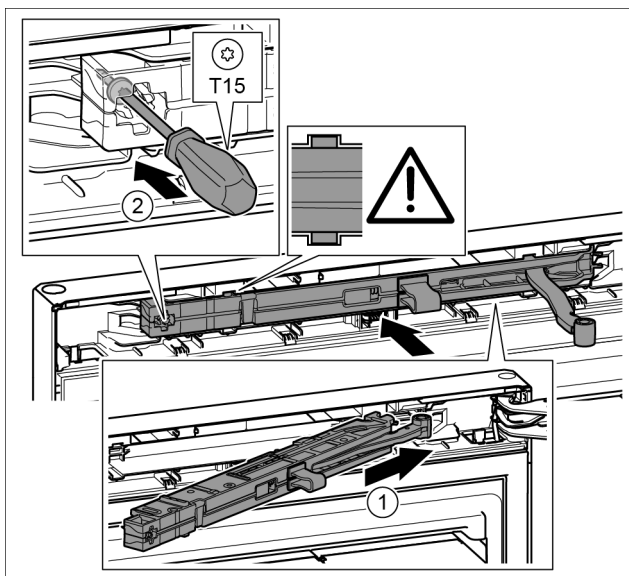

Fig. 41
- ▶ Jednotku tlmiča uzatvárania zasuňte na strane ložiskovej konzoly až na doraz šikmo do vybrania. Fig. 41 (1)
- ▶ Skrutkovačom T15 pevne zaskrutkujte skrutku. Fig. 41 (2)